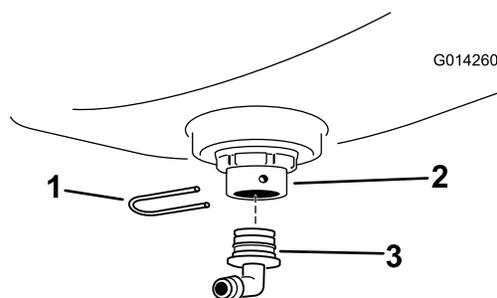

Figura 5
4. Montate un raccordo a 90 gradi sul diaframma e assicuratelo con una forcella di fissaggio (Figura 5). Ruotate il raccordo in modo tale che sia rivolto all'indietro.